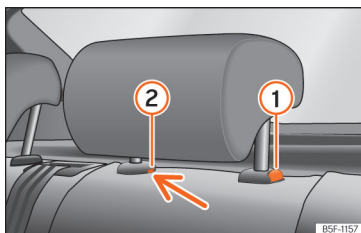

Рис. 100 Знімання заднього підголівника.
- Одночасно натисніть кнопку »» **рис. 100 ①** та фіксатор ② в отворі за допомогою викрутки з плоским лезом (не більше 5 мм) і зніміть підголівник.